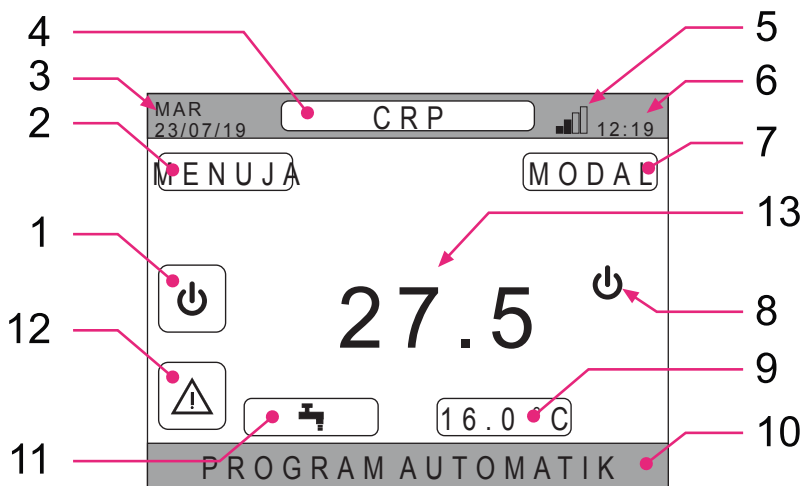

fig. 21 - Ekrani kryesor
Duke shtypur butonin ✓ në fushën aktive “Sistemi” (ref. 1 - fig. 21), hyni në menyën nga e cila mund të modifikohet statusi i punës së sistemit dhe të aktivizohet ose çaktivizohet funksioni “Prodhimi i ujit të ngrohtë për shtëpi” (menyja SANITAR).
Duke shtypur butonin ✓ në fushën aktive “MENUJA” (ref. 2 - fig. 21) mund të shfaqen disa informacione të sistemit dhe mund të ndryshohen disa cilësime të tij.
Duke shtypur vazhdimisht butonin ✓ në fushën aktive "Zona e përzgjedhur/Ndryshimi i zonës" (ref. 4 - fig. 21) mund të spostoheni në zonën që dëshironi të monitoroni ose të modifikoni cilësimet e kësaj zone. Ndryshimi ndodh në mënyrë ciklike midis të gjitha zonave të konfiguruar.
Duke shtypur butonin ✓ në fushën aktive "Seti i ambientit" (ref. 9 - fig. 21), mund të ndryshohet vlera e setit të ambientit për zonën e përzgjedhur.